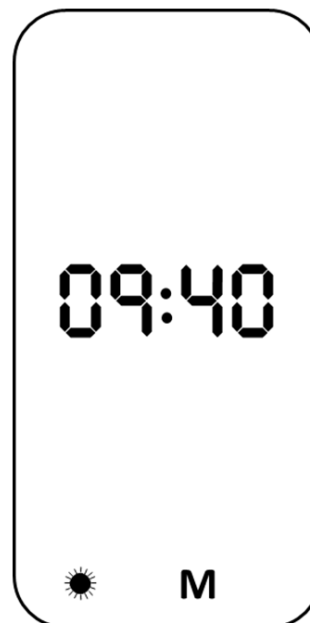

Bild 3-5 Beispiel: Anzeige nach bestandenem Selbsttest
- ob sich Messdaten im Speicher befinden (**M**) (siehe Bild 3-5)